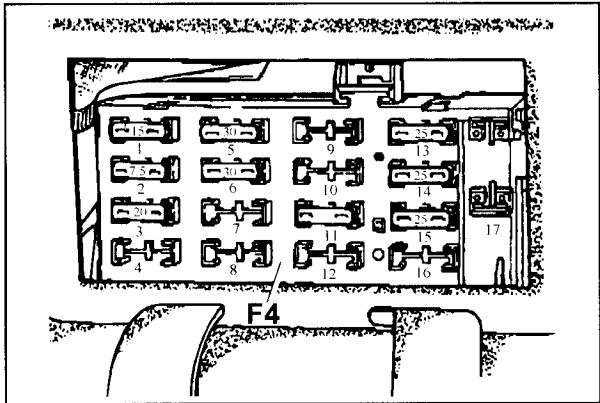

图 9-1-9 后保险丝盒 F4(17 根保险丝,位于行李舱内)
18. 乘客舱后部温度控制系统由保险丝盒 F4(位于行李舱内、17 根保险丝)保护,见图 9-1-9。